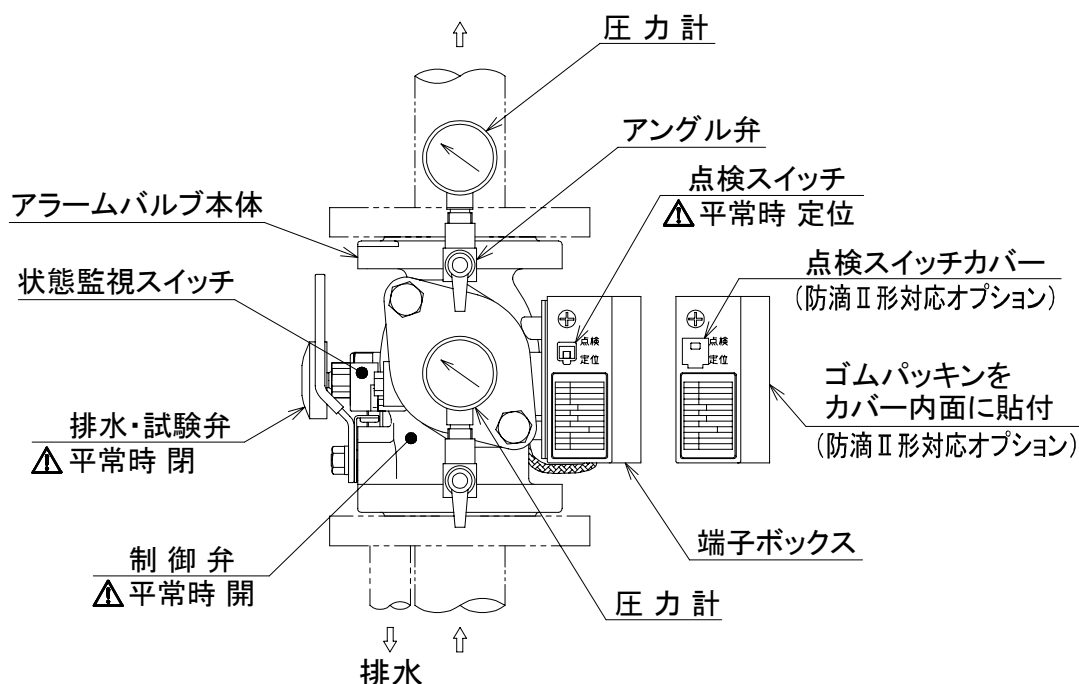

図1. CVR40U型、外観図
② 排水・試験弁（2ページの図1参照）
④ 制御弁（2ページの図1参照）